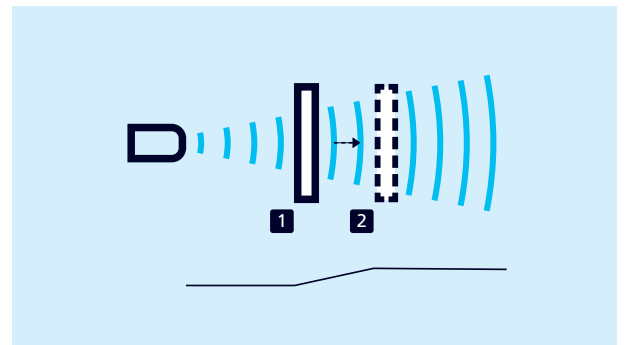

Bild 11: Analogkennlinie
- Die Analogkennlinie liegt zwischen SP1 und SP2. Bei der Analogkennlinie kann zwischen steigend und fallend ausgewählt werden (vgl. Bild 11).